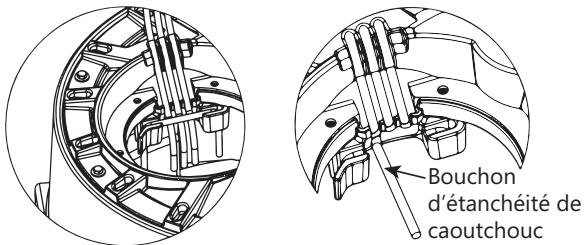

Figure 11. Bien assurer l'étanchéité des cordons, derrière la tige QuickTree
**Remise en place du QuickTree** : après les travaux d'entretien ou d'inspection des flotteurs, remettre le QuickTree en place sur son support. Il est important d'assurer adéquatement l'étanchéité des cordons du moteur de la pompe, de l'interrupteur à flotteur et de l'alarme facultative dans les tuyaux d'étanchéité spécialement conçus situés sous le couvercle d'accès. Une bonne étanchéité est nécessaire pour que les émanations d'égout ne s'échappent pas du système. Placer les cordons solidement en place dans les tuyaux de caoutchouc, tel qu'illustré à la Figure 11 en prenant soin d'éviter que les cordons n'aient trop de jeu dans le système.
**IMPORTANT** : trois tuyaux à cordons sont fournis. Dans le cas des systèmes sans alarme facultative, seuls deux canaux seront utilisés et le troisième doit être bouché à l'aide d'un bouchon d'étanchéité de caoutchouc fourni. Voir la Figure 11 [droite]. S'il y a un cordon d'alarme, les trois canaux serviront. Tous les joints d'étanchéité en caoutchouc du couvercle sont fixés de manière permanente et n'ont pas besoin d'être remplacés.